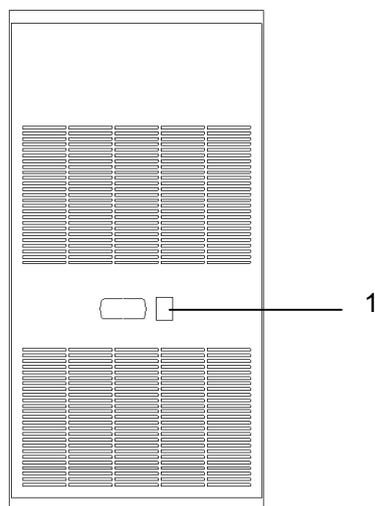

Abbildung 4-3: EIN-AUS-Schalter
- 2) Drücken Sie den Wippschalter. Die grüne Kontrolllampe leuchtet auf. Das Element ist eingeschaltet (Pos.1; Abbildung 4-3).
- 6) Schalten Sie den Wippschalter aus (Pos.1; Abbildung 4-3).